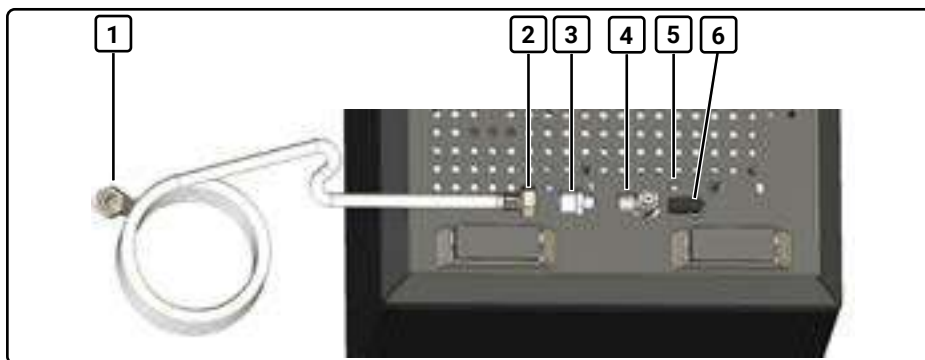

Fig. 5 Vue de dessous : Vanne rotative en position de raccordement d'eau permanent
2. Vissez le tuyau de raccordement d'eau (2, Fig. 5) fourni à la pièce de raccordement d'eau (4, Fig. 5) située sous la machine. Utilisez à cet effet l'adaptateur (3, Fig. 5).
4. Raccordez le tuyau de raccordement d'eau (1, Fig. 5) à l'alimentation d'eau.
5. Tournez la vanne rotative (6, Fig. 5) dans la position du raccordement d'eau permanent (5, Fig. 5). La vanne pointe vers la pièce de raccordement d'eau (4, Fig. 5).